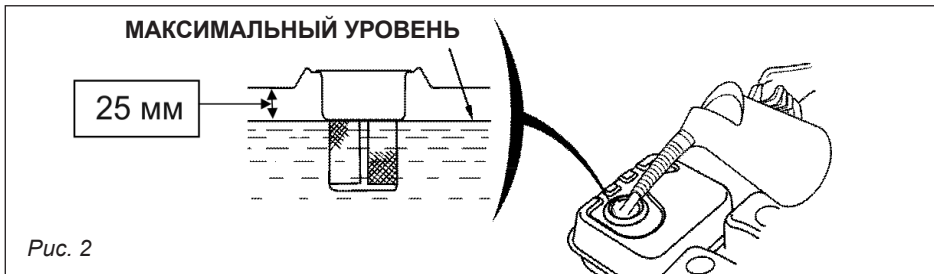

Рис. 2
**4. ОСНОВНЫЕ ЧАСТИ И УЗЛЫ НАСОСА (рис. 2)**
Если уровень топлива низкий, дозаправляйте в хорошо вентилируемом месте и при остановленном двигателе. Если двигатель работал, дайте ему сначала остыть. Для дозаправки установите двигатель на ровную поверхность, чтобы крышка топливозаливной горловины была направлена вверх. Снимите крышку горловины и наполните топливный бак бензином (рис. 2). Доливайте осторожно, избегая проливания топлива. Не переливайте топливо выше уровня. После дозаправки плотно и надежно закройте крышку топливозаливной горловины. Храните бензин в удалении от открытого огня, нагревательных приборов, жаровен, электрических устройств, механизированного инструмента и т.п.